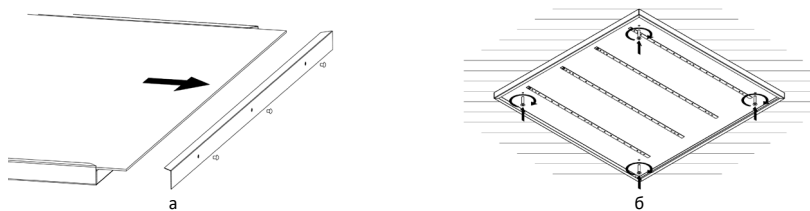

Рисунок 9 — Накладной монтаж светильника Geniled серии Office, LPO.
5.4. **Накладной монтаж.** Установка светильника Geniled на ровную поверхность накладным способом. Для светильников Geniled серии Office, LPO. См. Рисунок 9.
5.4.1. При помощи тонкой отвертки либо другого подходящего подручного инструмента аккуратно извлеките три пластиковые заклепки из съемной боковой крышки. Снимите крышку и извлеките рассеиватель (Рисунок 9, а).
5.4.4. Установите светильник на подготовленное место (Рисунок 9, б). Используйте метизы подходящего диаметра (<5мм).
5.5.1. При помощи тонкой отвертки либо другого подходящего подручного инструмента аккуратно извлеките три пластиковые заклепки из съемной боковой крышки. Снимите крышку и извлеките рассеиватель (Рисунок 9, а).